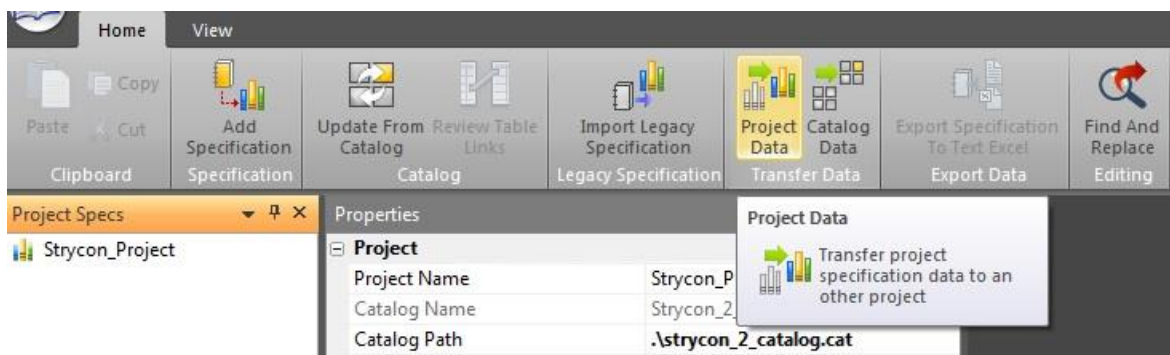

Figura 17. Creación de especificaciones, usando Project data
- Vamos a crear las especificaciones, en la franja superior izquierda buscamos "Project Specs", ver figura 17.
- Se pueden crear especificaciones 1 a 1, sin embargo tomando como base otro proyecto existente y usando la aplicación "Project Data" (ver figura 17) se pueden copiar o transferir especificaciones completas de otro proyecto y después entrar a cada especificación y Editarlas.